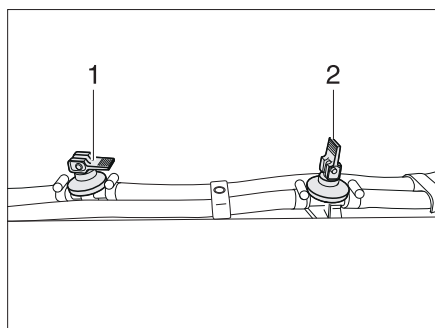

Fig. 267 Llave de desagüe
- Abrir todas las llaves de desagüe. Colocar para ello el balancín (Fig. 267,1) en posición vertical.